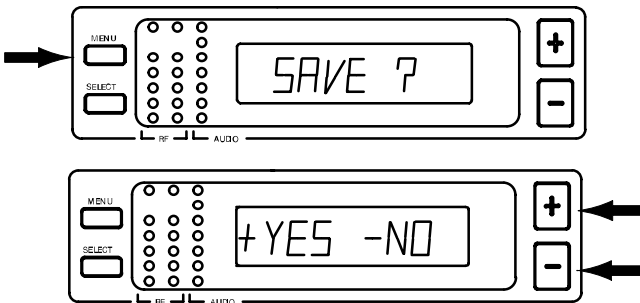
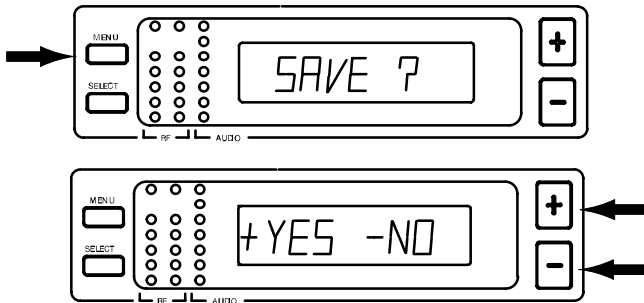

ABBILDUNG 15
ABBILDUNG 20
7. Ist die geänderte Gruppen-/Kanaleinstellung beendet, die MENU-Taste drücken. „SAVE?“ (SPEICHERN?) erscheint, gefolgt von „+ YES – NO“ (+ JA – NEIN). Die „+“ –Taste drücken, um die neue Gruppen-/Kanaleinstellung zu speichern, oder durch Drücken der „-“ Taste zur ursprünglichen Einstellung zurückkehren (Abbildung 15).
5. Um die gewünschte Frequenz zu speichern, die MENU-Taste drücken (Abbildung 15). „SAVE?“ erscheint, gefolgt von „+ YES – NO“. Die „+“-Taste drücken, um die neue Frequenz zu speichern und zur Gruppen/Kanal/TV-Anzeige zurückzukehren, oder, durch Drücken der „-“ Taste zur ursprünglichen Einstellung zurückkehren (Abbildung 20).